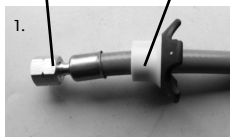

Rys. 2
- Włóż dwa naboje gazowe na jednostkę przykręcając je na miejscu (Rys. 2).